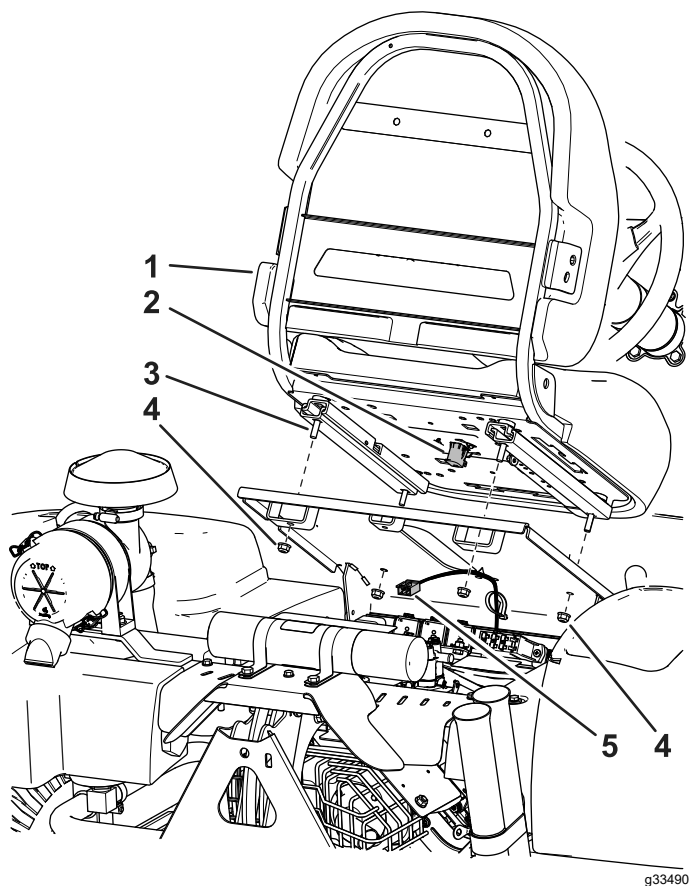

Figura 4
3. Fixai scaunul pe baza acestuia cu cele 4 piulițe îndepărtate anterior; consultați Figura 4.
4. Localizați cablul mainii și conectați-l la comutatorul scaunului (Figura 4).